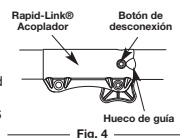

Fig. 4
- Opima y sostenga el botón de desconexión (Fig. 4).
NOTA: La alineación del botón de desconexión con el hueco de guía facilitará la instalación (Fig. 4).